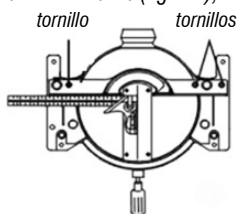

Fig. 12 – Regulación de la escuadra
4. Con auxilio de una escuadra de 90° , verifique si la lámina está en escuadra (fig. 12);
5. Si la máquina no está en escuadra, suelte los tornillos de la escuadra (fig. 12) y deslice hasta obtener 90° entre la escuadra y la lámina.